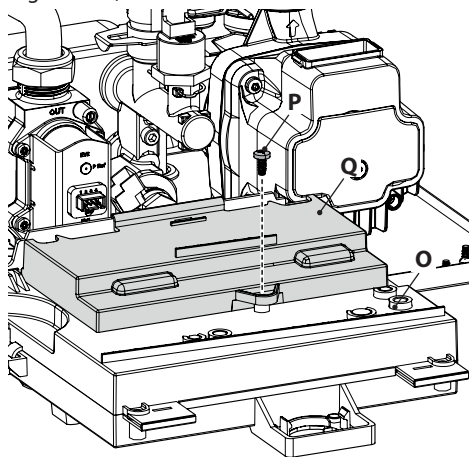

Figura 5.20
en la Figura 5.20.
- Desenrosque el tornillo **P** y levante la tapa **Q** para acceder a las borneras de alimentación eléctrica, control remoto y sonda externa (Figura 5.20).